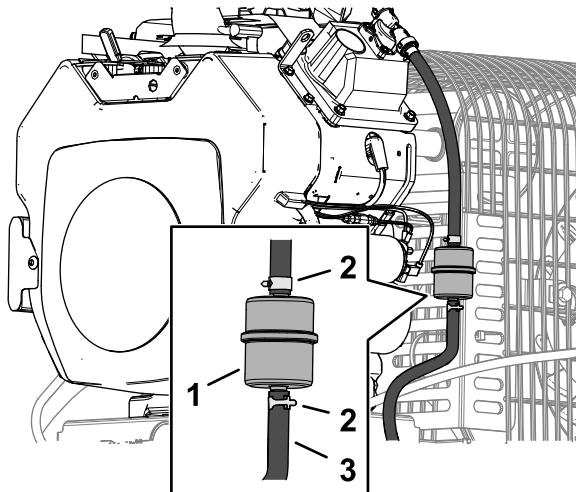

図 40
3. 古いフィルタのクランプをゆるめて脇に寄せる (図 40)。
4. 新しいフィルタをホースに取り付けるフィルタについている矢印がチェックバルブの方を向くように取り付け、ホースクランプで元のように固定する 図 40。
5. 新しいフィルタをホースに取り付け、クランプで固定する 図 40。
3. 燃料フィルタについているクランプをゆるめ、フィルタからはずらす 図 40。
4. 燃料フィルタから燃料ホースを抜き取る 図 40。
注 落ちてくる燃料を燃料容器または廃油受けに受けける 図 40。
5. フィルタに燃料ホースをつなぎ、クランプで固定する(図 40)。